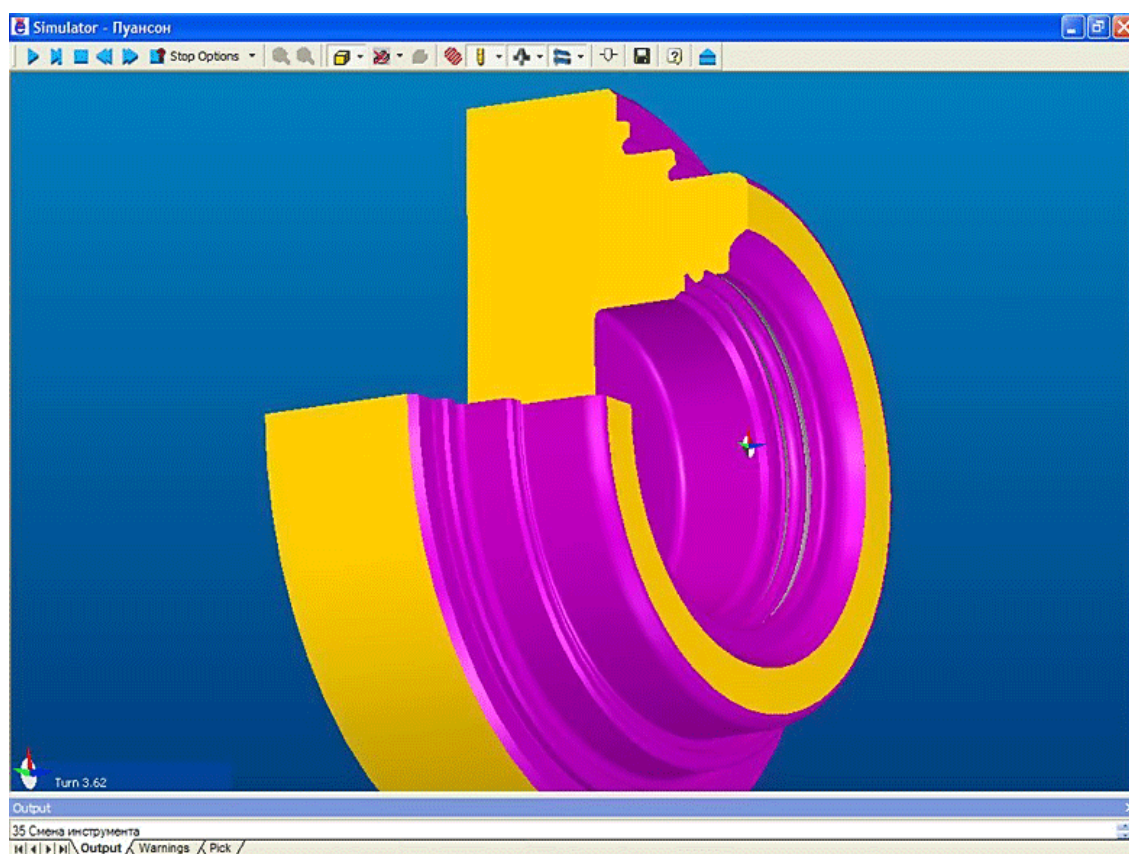

Рис. 18. Edgесam. Проверяем результат обработки в визуализаторе
17. Проверяем результат обработки в визуализаторе рис. 18